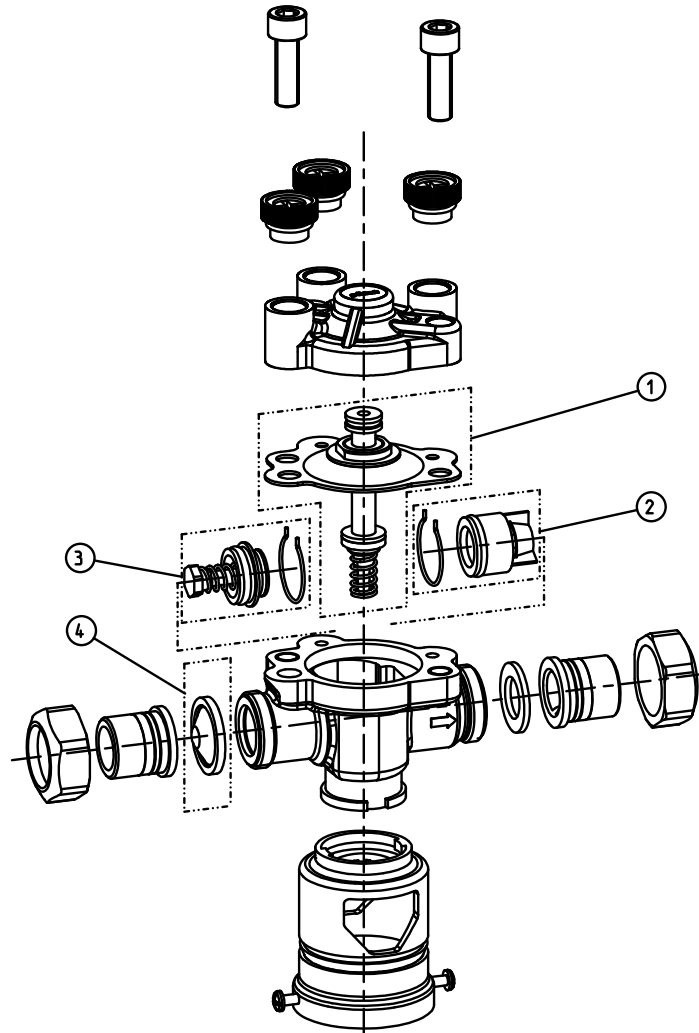

Abb. F-1: Verschleißteile Euro-Systemtrenner GENO® DK 2-Mini
- Sicherstellen, dass das Hutsieb des Systemtrenners mit der Wölbung entgegen der Fließrichtung eingebaut wird (siehe Abb. F-1).
- ① Absperrschieber
- ② Feinfilter BOXER®-KD mit Druckminderer
- ③ Absperrschieber mit Entleerung
- ④ Euro-Systemtrenner GENO® DK 2-Mini
- ⑤ Abwasseranschluss
- ⑥ Absperrschieber